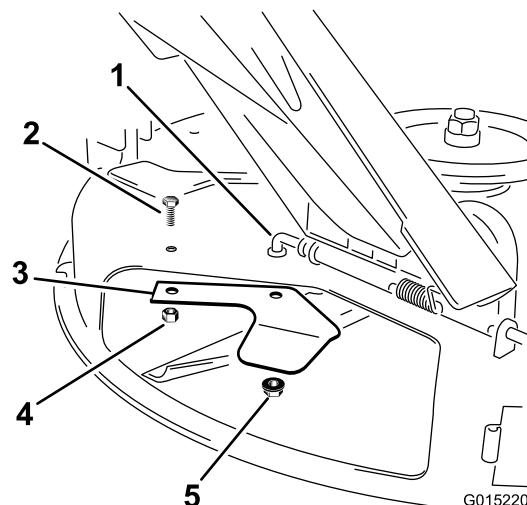

Bild 19
2. Nehmen Sie die Sicherungsmuttern und die Schraube ab, mit denen das Versatzablenklech an der Unterseite des Mähwerks befestigt ist (Bild 19). Bewahren Sie alle Befestigungen auf.